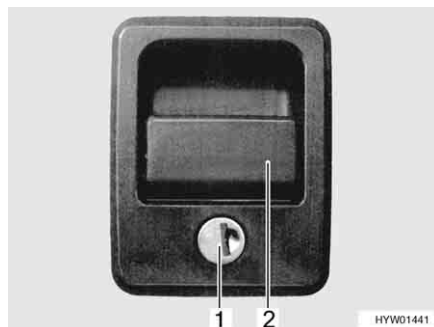

Fig. 30 Serratura dello sportello con impugnatura
- Inserire la chiave nel cilindro della serratura (Fig. 30,1) e ruotare di un quarto di giro. La serratura dello sportello è sbloccata.
- Tirare la maniglia della serratura (Fig. 30,2). In questo modo si apre lo sportello esterno.